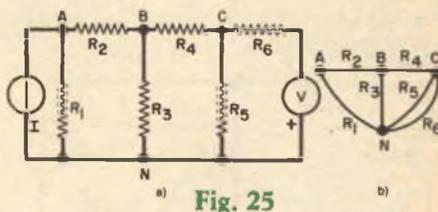

Fig. 25
**Esempio 23** - Si ripeta l'esempio 22 per la rete della *fig. 25-a*. Soluzione: il grafico è rappresentato nella *fig. 25-b*; equazioni nodali:  $N - 1 = 4 - 1 = 3$ ; equazioni di maglia:  $B - N + 1 = 6 - 4 + 1 = 3$ .